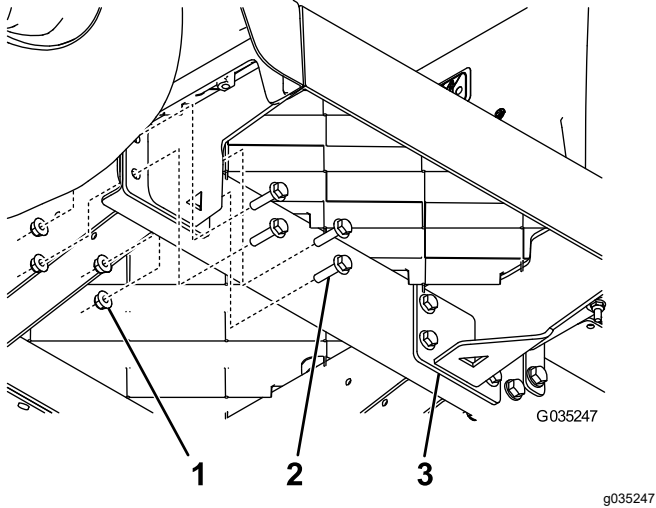

Figura 5
4. Instale un soporte nuevo de la chapa de suelo usando 8 pernos con arandela prensada (5/16" × 1¼") y 8 tuercas con arandela prensada (5/16"), como se muestra en la Figura 5.
6. Instale el otro soporte nuevo de la chapa de suelo usando 8 pernos con arandela prensada (5/16" × 1¼") y 8 tuercas con arandela prensada (5/16"), como se muestra en la Figura 5.